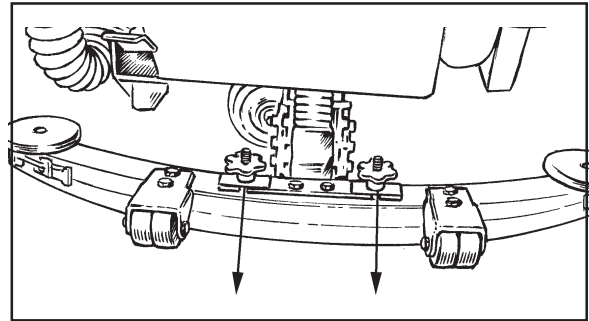

Figura 26
1. Extraiga el montaje de la escobilla aflojando las dos perillas que unen la escobilla a la máquina. Tire y extraiga el montaje de la escobilla de goma. Consulte la figura 26.